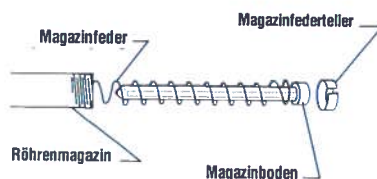

ABB. 19
- Setzen Sie das kleine Ende des Magazinbodens in die Magazinfeder. Siehe Abb. 19.